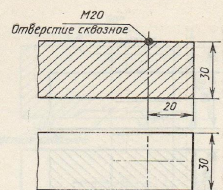

Рис. 2
2. Дополните чертеж детали изображением отверстия с резьбой (рис. 2).